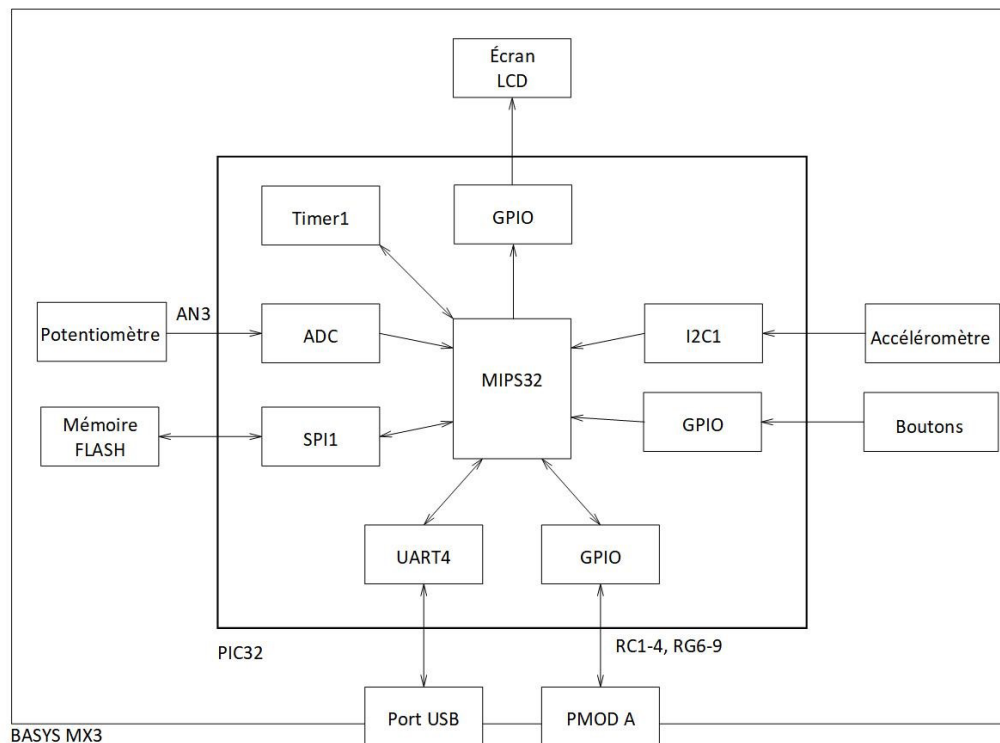

Figure 1 : Diagramme d'ensemble de la carte Basys MX3.
| Figure 1 : Diagramme d'ensemble..... | 3 |
Pour l'instant, le prototype de station (figure 1) ne sera munie que de deux capteurs, soit (1) l'accéléromètre (déjà intégré à la carte MX3 et raccordé au microcontrôleur par une interface série I2C) et (2) un potentiomètre intégré à la carte MX3 et servant à simuler une cellule photosensible pour mesurer la luminosité. La tension analogique à la sortie de ce potentiomètre est numérisée à l'aide d'un convertisseur analogique-numérique (CAN – *analog-to-digital converter* - ADC) intégré au microcontrôleur. Le système devra maintenir une horloge interne et afficher l'heure.